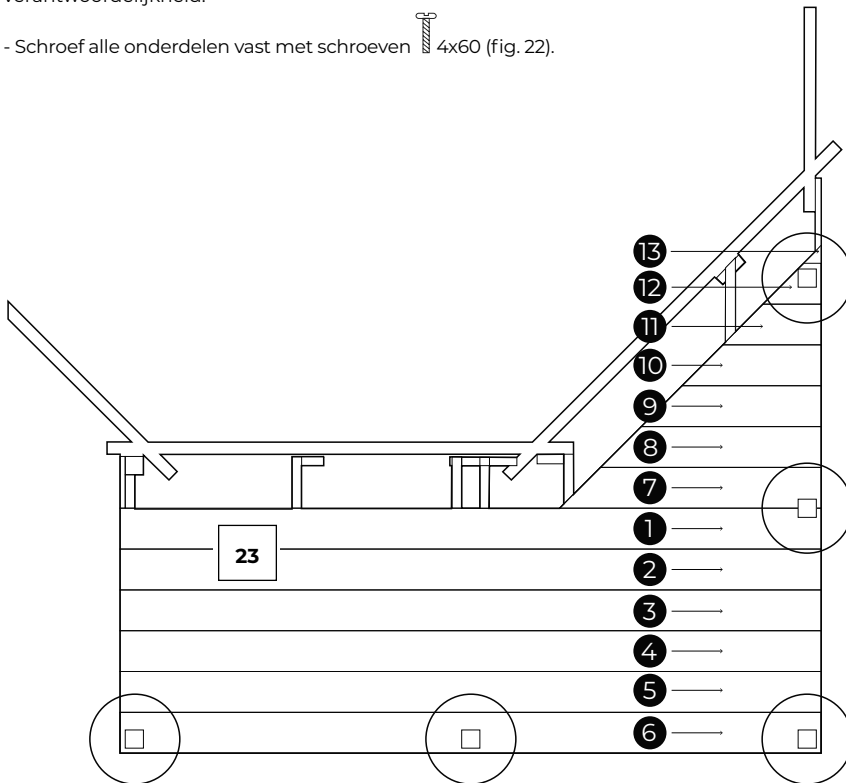

Fig. 20
- De vloer is aanwezig met de onderdelen in de goede volgorde (fig. 20).
- Maak sneden in de gemarkeerde planken om deze goed aan te passen (fig. 20 en fig. 21).